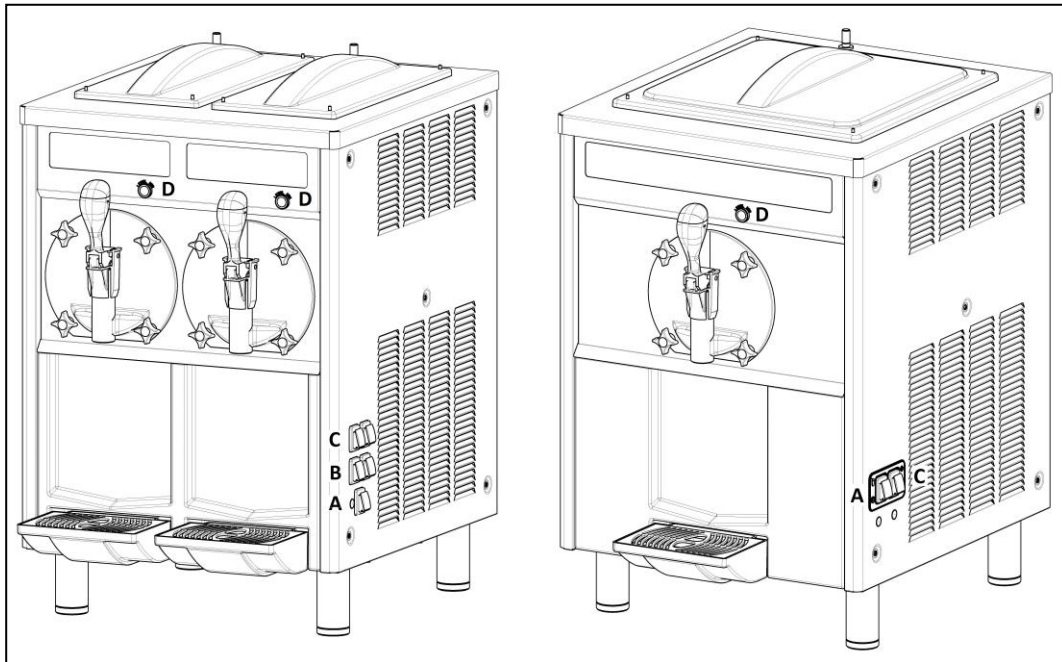

Fig. 7
- Quando il livello della granita all'interno della vasca è sotto il livello minimo, sul frontale si accende la spia arancione D (fig.7); onde evitare che ci sia una eccessiva formazione di ghiaccio all'interno del cilindro, è necessario procedere al rabbocco del serbatoio superiore.